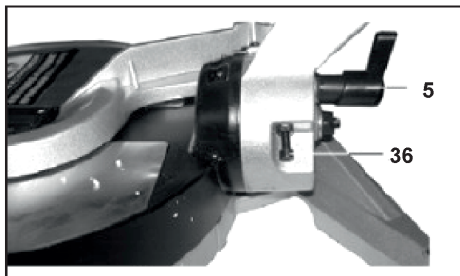

Рис. 5
Ослабьте винт фиксации (8) (Рис. 1), переведите пилу в заднее положение. Для регулировки положения 90° ослабьте контргайку болта (36) (Рис. 5). Вра-